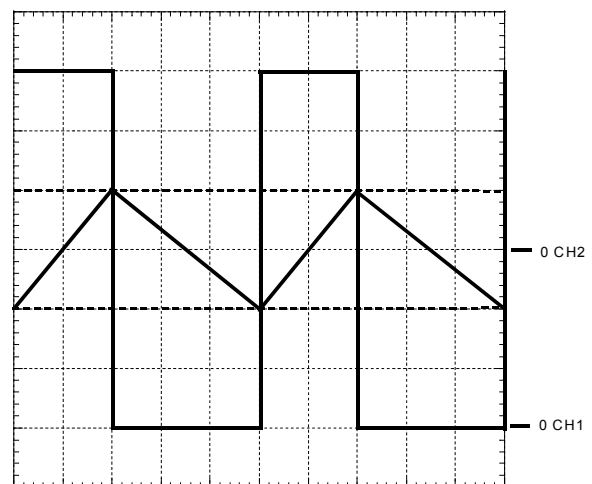

Figure 4
L'oscillogramme de la figure 4 fournit un relevé de tensions effectué alors que la source E_0 fournit une puissance $P = 3$ kW.
2.2.4.4. Déduire de l'oscillogramme de la figure 4 et des conditions de réalisation de l'essai correspondant (il ne s'agit pas de l'essai initial pour lequel $E = 100 \text{ V}$ mais de celui présenté à la **question 2.2.4.**) :